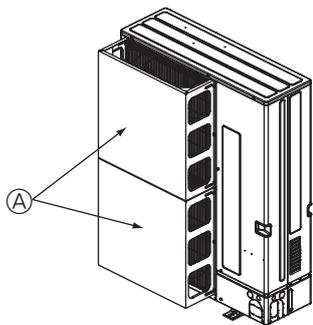

Fig. 2-16
- Installez un guide de protection d'air si l'appareil est installé à un endroit où des vents violents, en cas de typhon par exemple, risquent de souffler directement dans la sortie d'air. (Fig. 2-16)